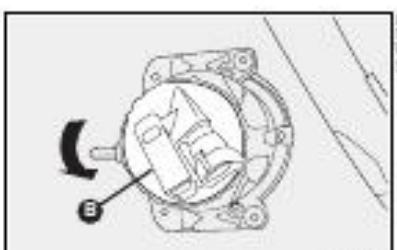

fig. 35
4) girar a tampa B-fig. 35 no sentido anti-horário;